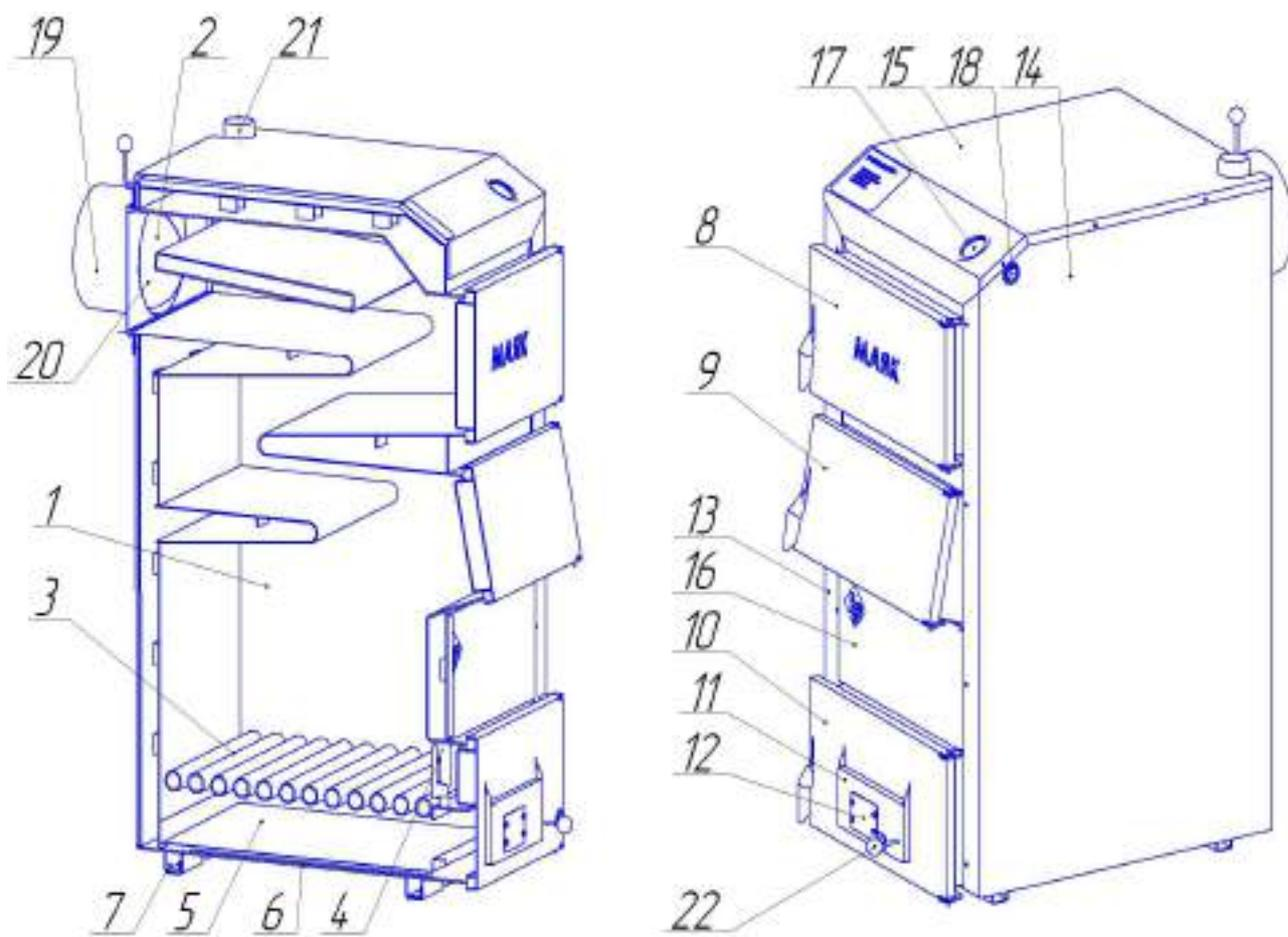

Рисунок 1. Котел опалювальний
для утворення шару висотою приблизно 150 мм, після чого завантаження припинити на термін 15-20 хвилин для займання палива. Після завантаження, закрити завантажувальні дверцята, заслінку на шурувальних дверцятах відкрити за допомогою ручки регулювання доступу повітря (поз.12, рисунок 1) .
7.1.4 Регулювання температури води у котлі проводиться за допомогою шибера (поз.20, рисунок 1) та заслінки (поз.11, рисунок 1). Для збільшення температури необхідно відкрити шибер та заслінку, для зменшення — повністю або частково закрити шибер та заслінку.
При обладнанні котла регулятором тяги регулювання температури води проводиться за допомогою шибера (поз.20, рисунок 1) та регулятора тяги. Для збільшення температури необхідно відкрити шибер та встановити ручку управління